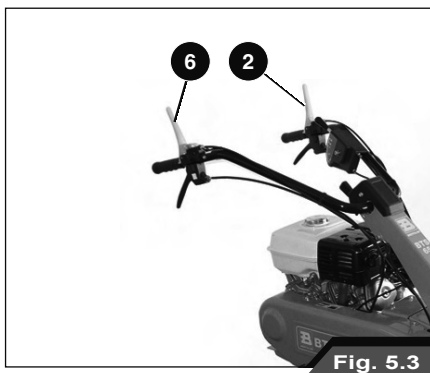

Fig. 5.3
- Verifique para vuestra seguridad que las palancas avance máquina (2) y embrague rotor cuchillas (6) se encuentren en posición vertical (Fig. 5.3).